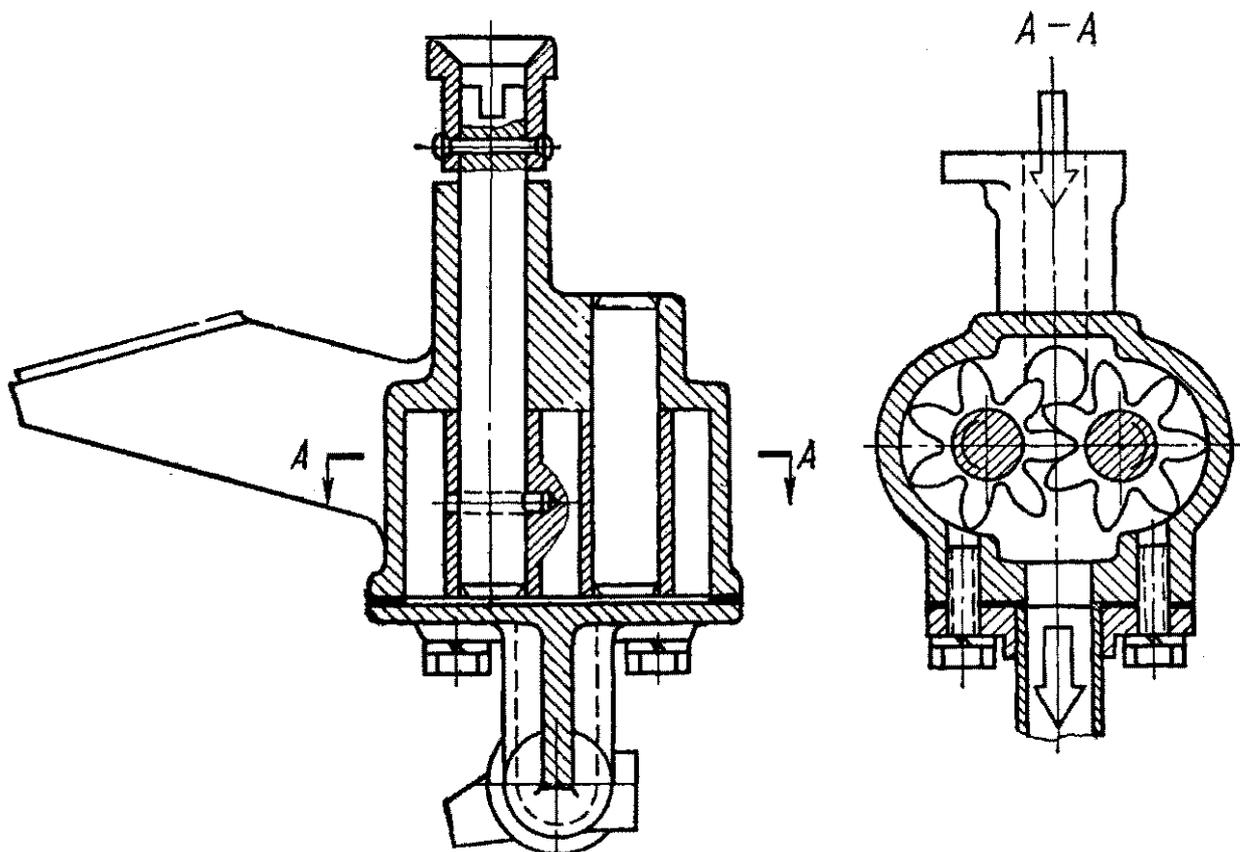

Рис. 15. Масляный насос
**Масляный насос** (рис. 15) — шестеренчатого типа, установлен внутри поддона картера, крепится к крышке четвертого коренного подшипника двумя шпильками. Корпус насоса изготовлен из алюминиевого сплава, крышка насоса — из чугуна.